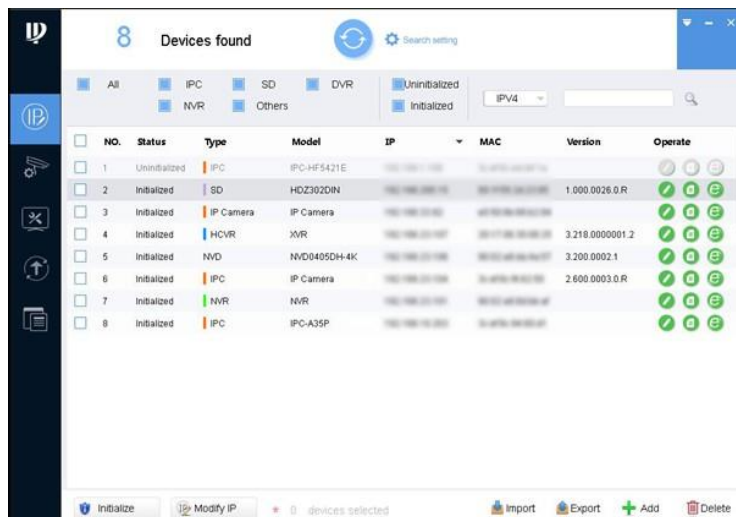

Figura 2-1 Modifica dell'interfaccia IP
Verrà visualizzata l'interfaccia Modifica IP. Vedere Figura 2-1.
10. Fare clic su Fine. Lo stato del dispositivo nell'interfaccia Modifica IP (Figura 2-1) cambia in Inizializzato.